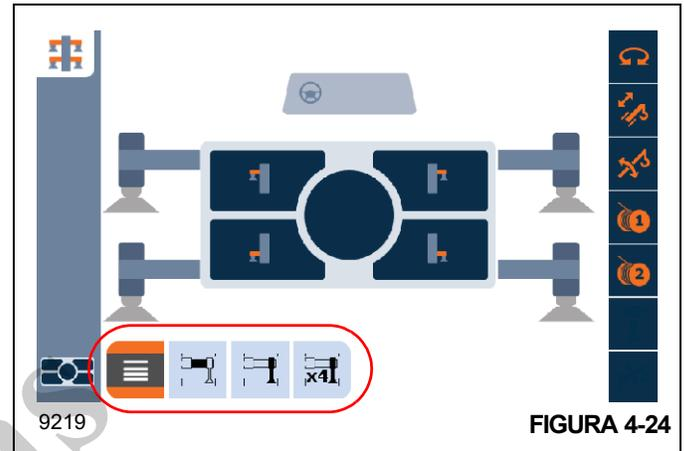

FIGURA 4-24
Acesse a tela de função de Extensão/retração do estabilizador (Figura 4-24) do ODM fazendo um dos seguintes procedimentos:
1. Usando o Botão rotativo ou os Botões de seta na Placa de controle de navegação, selecione o ícone Viga do estabilizador (Figura 4-24) (o ícone se tornará laranja quando selecionado).